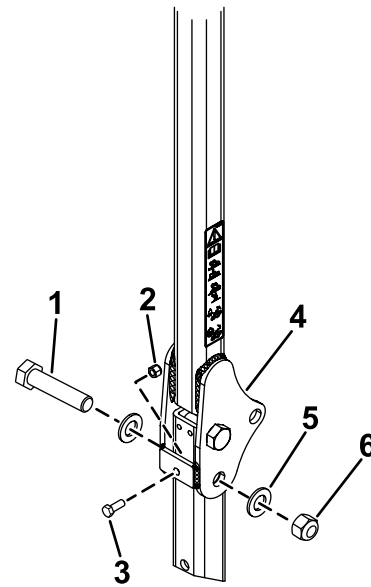

Figure 24
3. Placez une rondelle (13/16" x 1 1/2") sur chaque boulon (3/4" x 4"), comme montré à la Figure 24.
4. Placez les boulons et rondelles dans les trous occupés précédemment par les axes (Figure 24).
5. Placez une autre rondelle sur chaque boulon et fixez le tout avec des écrous (3/4"), comme montré à la Figure 24. Serrez les écrous à un couple de 323 à 396 N·m.
6. Insérez un boulon (3/8"-16 x 1" ou 1 1/4") assorti d'un écrou de blocage (les boulons et les écrous de blocage ne sont pas fournis) dans la plaque fileté de chaque côté de la partie inférieure de l'arceau de sécurité, au niveau de la charnière (Figure 24). Serrez le boulon jusqu'à ce qu'il soit contre le tube supérieur de l'arceau de sécurité, puis serrez l'écrou de blocage.
7. Serrez le boulon de pivot du ROPS (Figure 24) à un couple de 91 à 113 N·m pour empêcher l'arceau de sécurité et le pare-soleil de rebondir.